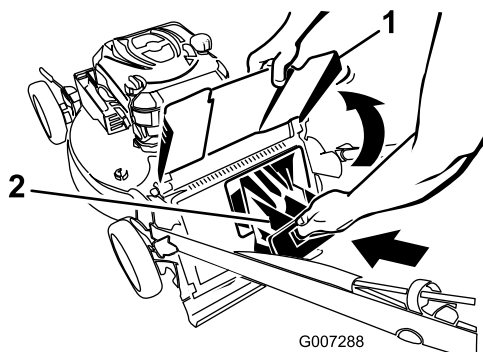

Figura 17
**Importante:** Verificate che il coperchio di scarico posteriore sia montato. Per bloccare il coperchio: Alzate il deflettore di scarico (Figura 17), premete con forza il coperchio finché non scatta in posizione dietro le linguette, e ruotate la leva sul coperchio a sinistra (Figura 18).